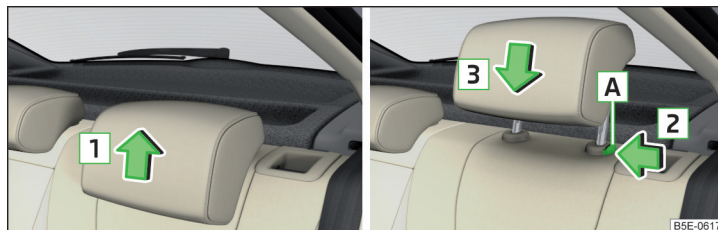

Fig. 72 Ajustar la altura del reposacabezas atrás
- » Tomar el reposacabezas y desplazarlo **hacia arriba** en sentido de la flecha **1** » fig. 72.